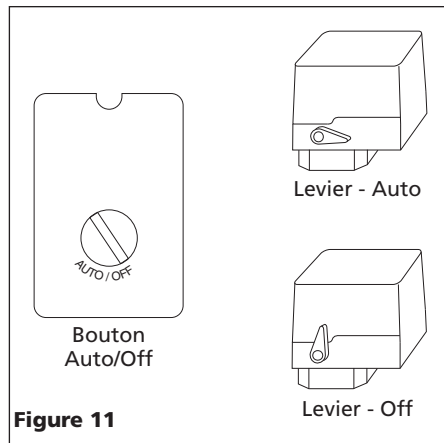

Figure 11
3. Tournez le levier ou le bouton du manostat à la position OFF (ARRÊT) et branchez le cordon d'alimentation (reportez-vous à la Figure 11).
4. Faire fonctionner l'appareil pendant 30 minutes à zéro (0) lb/po²/kPa pour roder les pièces de la pompe.